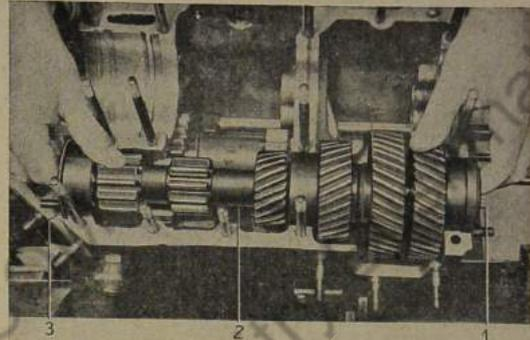

Bild 392: Vorgelegewelle in Gehäuse einlegen
6. Vorgelegewelle in das Gehäuse einlegen (Bild 392).